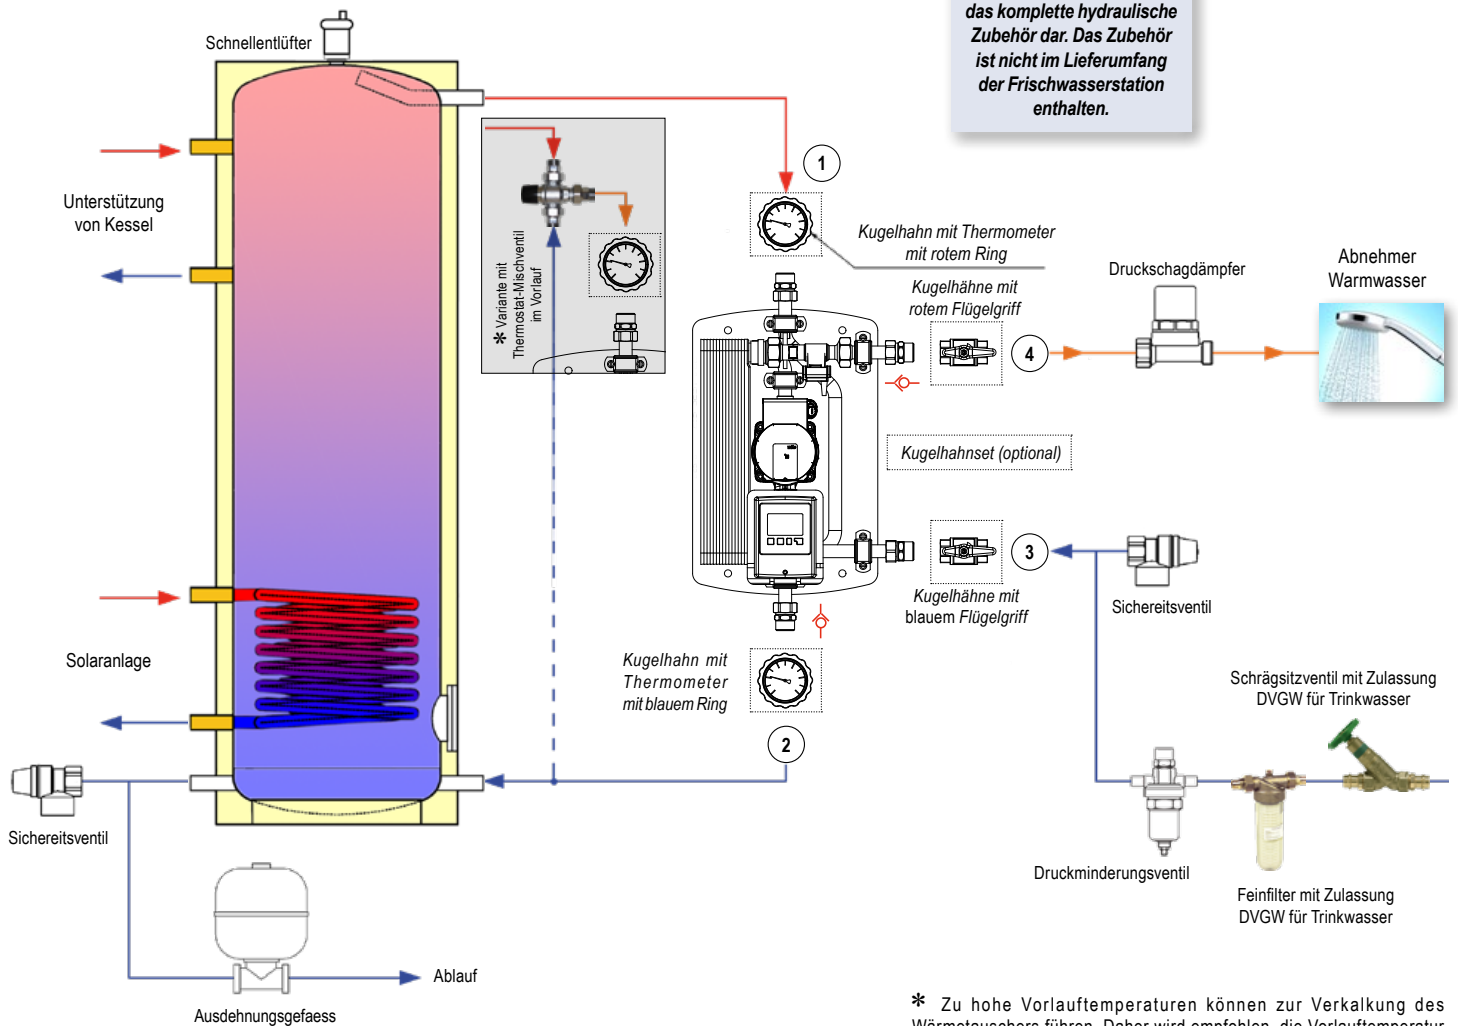

Abb.1: Anlageschema der Frischwasserstation ModvFresh 2
- ✓ Den Ventilsatz (optional) montieren laut Darstellung bei *Abb. 1*;
Die Temperatur im Puffer muss mindestens um 5 K höher sein, als die gewünschte Warmwasser-Temperatur der Sanitär Wassers. Höhere Differenz von Temperaturen erlauben die Zapfmenge zu verlängern. Bei hartem Wasser wir empfehlen, auf keinen Fall die Temperatur von 70°C (Vorlauf Puffer) zu uebersteigen, um Kalkstein-Ablagerungen auf der Sekundärseite des Platten-Wärmetauschers zu vermeiden; evetuell ist ein thermostatisches Mischventil einzusetzen (Abb. 1).